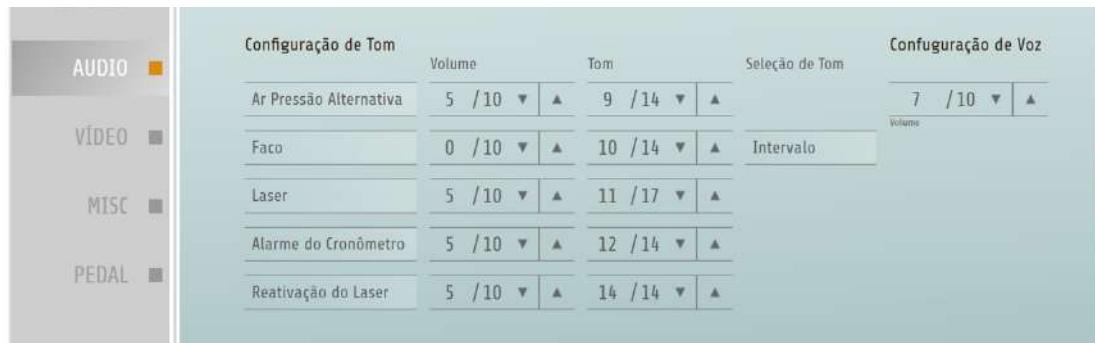

Fig. 162: Configurações de áudio (2)
1. Pressione uma função [B] (com [C] você pode selecionar a seguinte série de configurações de volume: fig. 162).